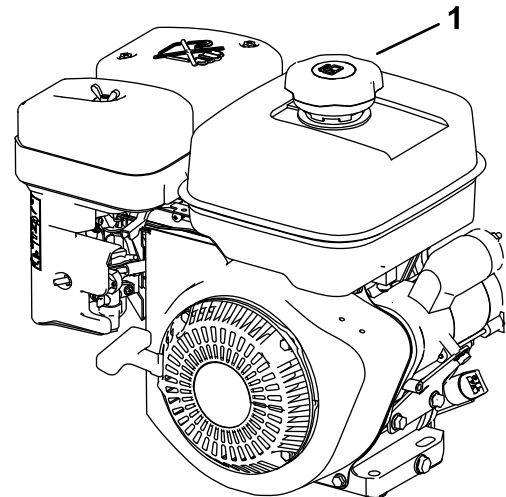

Figura 1
3. Limpe a zona em redor da tampa do depósito de combustível e retire-a (Figura 1).
4. Encha o depósito com combustível (Figura 1) até 6 a 13 mm da parte superior do depósito. **Não encha até ao tubo de enchimento do depósito.**